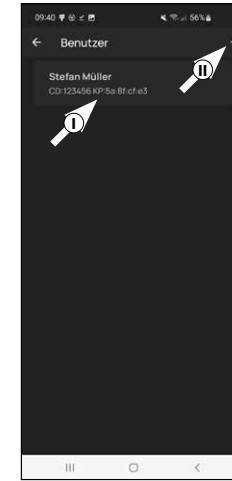

Abb. 6
- Sie sehen eine Auflistung der bereits angelegten Benutzer. Dem Administrator wurde bereits automatisch ein Benutzerprofil mit Schlossöffnung per Smartphone angelegt. Tippen Sie dieses an (I) (Abb. 6).
- Hinweis:** Alternativ können Sie an dieser Stelle auch ein neues, zusätzliches Benutzerprofil anlegen. Tippen Sie dafür auf das „+“ oben rechts (II) (Abb. 6).